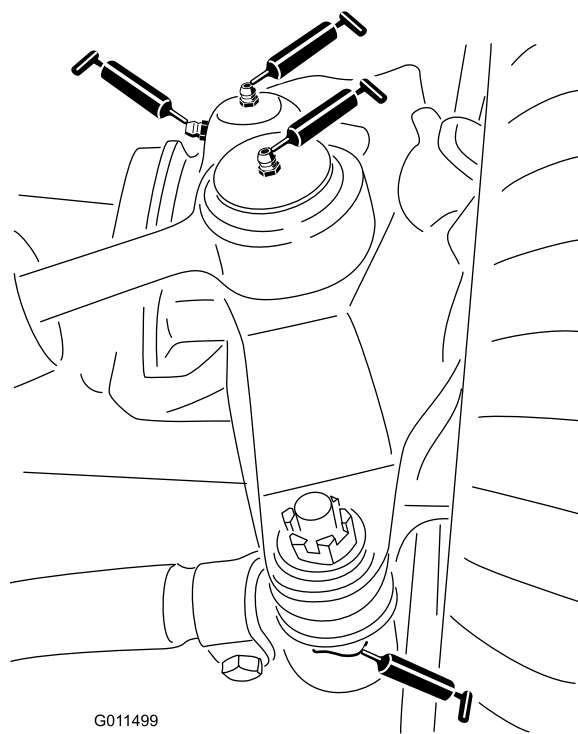

Figura 38
- Giunti sferici (2) del cilindro di sterzo (Figura 38)
- Giunti sferici (2) del tirante (Figura 38)
- Boccole (2) del perno del fuso a snodo (Figura 38).